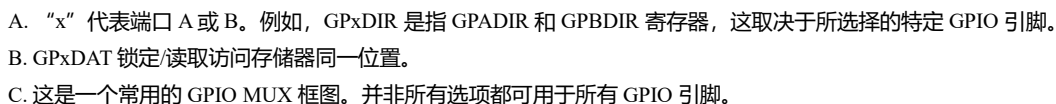

图 4-18 GPIO 复用
- 采样周期由 GPxCTRL 寄存器内的 QUALPRD 位所指定，对一组 8 个信号进行配置。采样周期指定用于采样输入信号的 SYSCLKOUT 周期的倍数。一个采样窗口可包含 3 次或 6 次采样，并且只有当所有采样与图 4-18（对于 6 次采样）中所显示的一样时（全 0 或者全 1），输出才会改变。